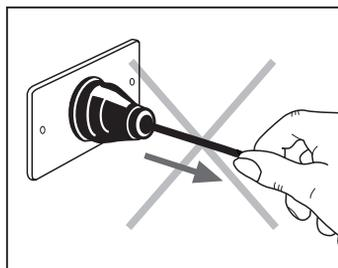

Fig. 2
- Non tirare il cavo di alimentazione o l'apparecchio stesso per togliere la spina dalla presa di corrente (**Fig. 2**)
- Assicurarsi il corretto avvitamento del tappo di riempimento (E), per evitare fughe di vapore.